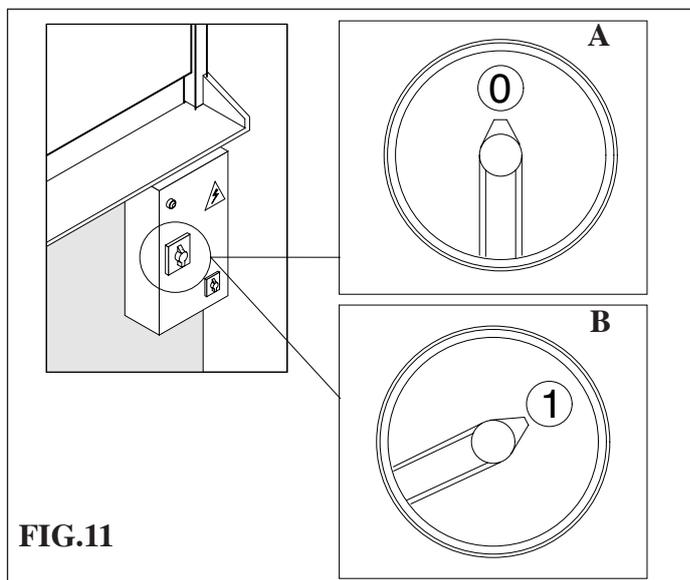
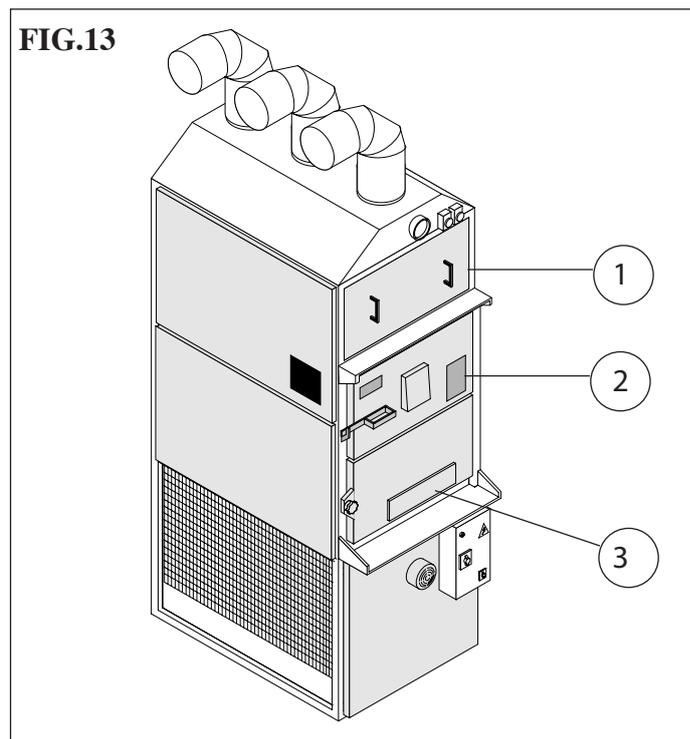

FIG.11
FIG.13
Den Hauptschalter auf die Position "0" stellen per le versioni F85 CV-F120-F240 (pos. A fig.11), per la versione F85 SV (pos.A fig.11b) .
- Der Hauptschalter der Maschine auf 0 eingestellt ist (Stell. A Abb. 11).
- Den Hauptschalter der Maschine anzünden (Stell. B Abb.11).
- Um die Verbrennung zu verbessern, regeln den Zug der Untentür (Stell. 3 von Abb. 13).
- Den Hauptschalter der Maschine anzünden (Stell.B Abb.11).
Während des Betriebes, muß die Maschine nur mit Brennstoff durch die Obentür versorgt werden (Stell. 1 von Abb.13). Nur Festbrennstoff wird benutzt:
- Die zwei Vortüre öffnen (Stell. 1 und 2 von Abb.13).
Es besteht die Möglichkeit, dass während des Betriebs des Warmluftgenerators die Alarmsirene ausgelöst wird. Dies tritt auf, wenn die Feuerung eine zu hohe Hitze entwickelt; in diesem Fall muss die Hitzeentwicklung reduziert werden durch das Schließen des Abzugs der Befeuerungsluft (Pos.3 von Abb.13) ohne weiteren Brennstoff zuzuführen.
Die Feuerung kann ausgeschaltet werden, indem man den Abzug der Befeuerungsluft schließt (Pos.3 von Abb.13). Danach muss der Schalter bedient werden, um den Abzug des Rauchabzugsrohrs (Pos.0 von Abb.11) sowie die Ventilatoren auszuschalten und daraufhin den Hauptschalter der Anlage.